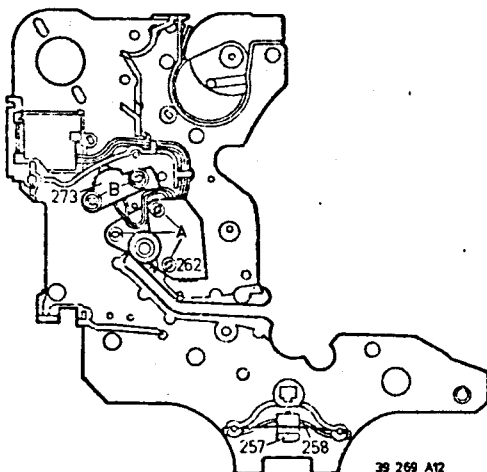

Fig. 3-1-18
- Halb einfädeln C, (Abb. 3-1-18).
- Tachokopf Schraube B (Abb. 3-1-18) losschrauben.